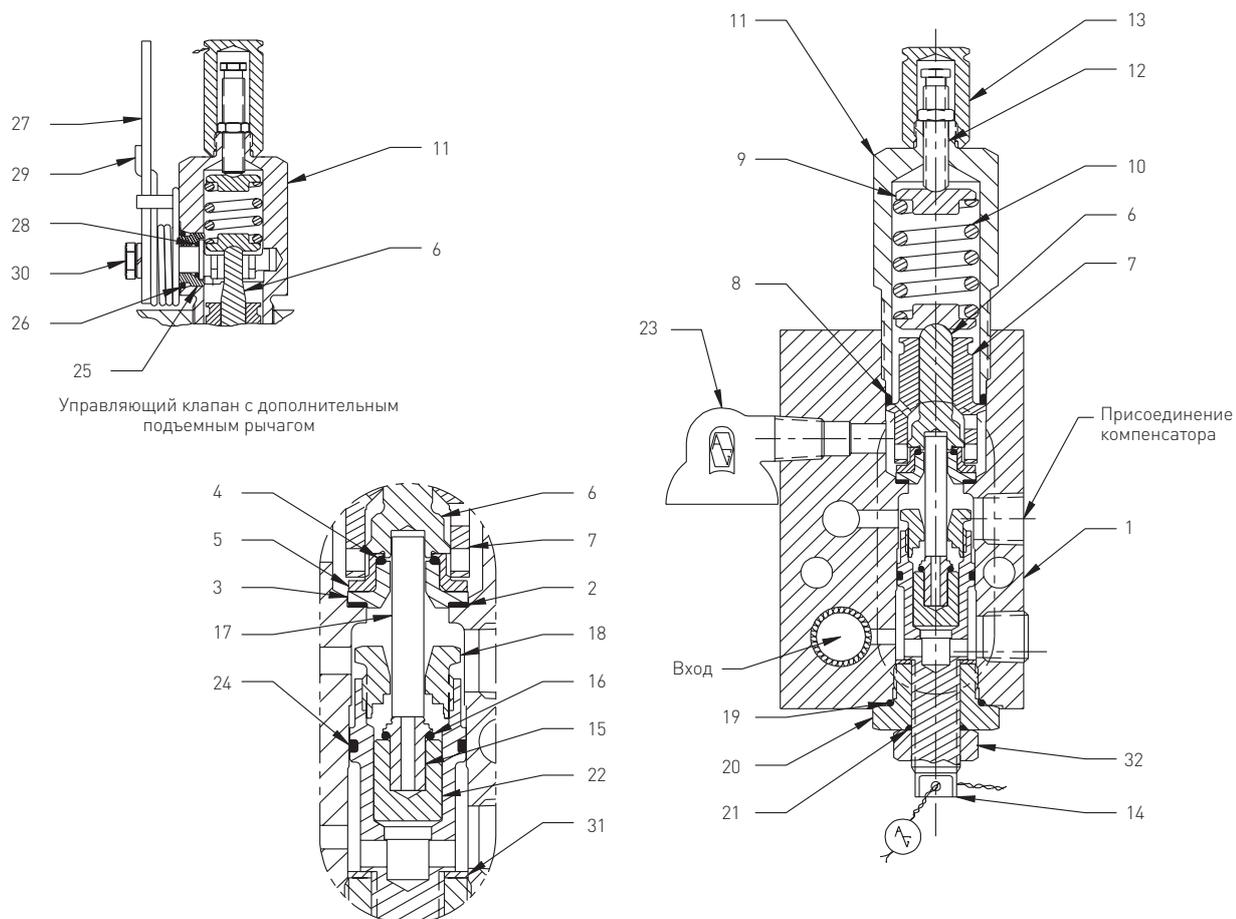

РИСУНОК 3
3.1.1 Чтобы ускорить процесс сборки, при разборке выкладывайте все детали в соответствующем им порядке, т.е. в порядке, в котором они снимаются, что позволит собирать детали в правильной последовательности. Смотрите Рисунок 3, на котором дается описание деталей и их положение. Расслабьте пружину, раскрутив регулировочный винт. Осторожно снимите крышку так, чтобы успеть захватить пружину и пружинные шайбы, когда они высвободятся из-под крышки. Переверните управляющий клапан и извлеките внутренние детали из верхней части корпуса. Ослабьте втулку, Позиция 20, расположенную в нижней части управляющего клапана и извлеките регулировочный винт. Снимите седло, Позиция 18, которое крепится с помощью регулировочного винта, и подвижный затвор, который находится внутри поверх кольцеобразного уплотнения.